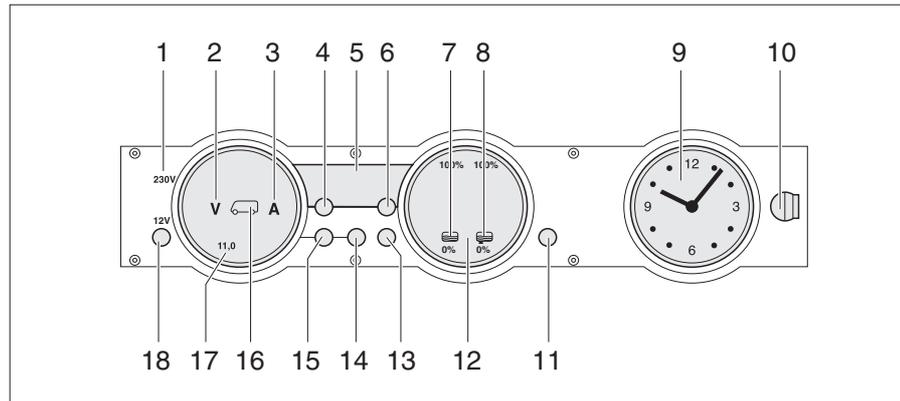

Fig. 188 Panneau de contrôle MP 20-T
Le voyant de contrôle 230 V (Fig. 188,1) s'allume si l'arrivée du bloc électrique est sous tension de réseau.
L'interrupteur principal 12 V (Fig. 188,18) établit ou coupe le panneau de contrôle et l'alimentation 12 V de la cellule.
- Appuyer brièvement sur la touche "12 V" (Fig. 188,18). L'alimentation 12 V de la cellule est assurée. L'indicateur de contrôle "12 V" s'allume.
- ▷ La tension de la batterie de cellule est trop faible quand les DEL "11,0" de l'affichage en Volt et le symbole Volt "V" (Fig. 188,2) clignotent dans l'indicateur des batteries (Fig. 188,17) après la mise sous tension. Charger la batterie.
- ▷ La coupure de batterie est active quand l'indicateur de contrôle "12 V", le symbole de la batterie de cellule (Fig. 188,16) et le symbole Volt "V" (Fig. 188,2) clignotent trois fois après la mise sous tension. Désactiver la coupure de batterie.
- Appuyer brièvement sur la touche "12 V" (Fig. 188,18). L'alimentation 12 V de la cellule est coupée. L'indicateur de contrôle "12 V" s'éteint.
- Appuyer sur la touche batterie de cellule (Fig. 188,14) et la maintenir enfoncée pendant 10 secondes environ. Les symboles Volt "V" (Fig. 188,2) et Ampères "A" (Fig. 188,3) clignotent trois fois. La batterie de cellule est coupée du réseau de bord de 12 V.
- Appuyer sur la touche "12 V" (Fig. 188,18) et la maintenir enfoncée pendant 5 secondes environ. Le symbole Volt "V" (Fig. 188,2) clignote trois fois. La batterie de cellule est branché au réseau de bord 12 V. L'indicateur de contrôle s'allume au bout d'env. 2 secondes.
- Appuyer sur la touche de la batterie de cellule  (Fig. 188,14). Le symbole Volt "V" (Fig. 188,2) s'allume. Le symbole Ampères "A" est, suivant son niveau de charge, blanc ou rouge. La tension de la batterie et le courant de la batterie de cellule sont affichés au moyens de DEL à l'intérieur de l'indicateur.
- Appuyer sur la touche de la batterie de démarrage  (Fig. 188,15). Le symbole Volt "V" (Fig. 188,2) s'allume. Des DEL à l'intérieur de l'indicateur indiquent la tension de la batterie de démarrage.
- Appuyer sur la touche réservoirs  (Fig. 188,13). Les symboles réservoir d'eau  (Fig. 188,7) et réservoir d'eaux usées  (Fig. 188,8) s'allument. Des DEL à l'intérieur de l'indicateur indiquent le niveau du réservoir d'eau (échelle de gauche) et celui du réservoir d'eaux usées (échelle de droite).
Le symboles Volt "V" (Fig. 188,2) et les DEL "11,0" clignotent dès que la tension de la batterie descend en dessous de 11 V (mesurée en marche) et qu'il y a risque de décharge profonde de la batterie.
Le symbole du réservoir d'eau "☰" (Fig. 188,7) ou celui du réservoir d'eaux usées "☷" (Fig. 188,8) clignote quand le réservoir d'eau est vide ou que le réservoir d'eaux usées est plein.
L'affichage numérique (Fig. 188,5) permet d'indiquer les températures intérieure et extérieure.